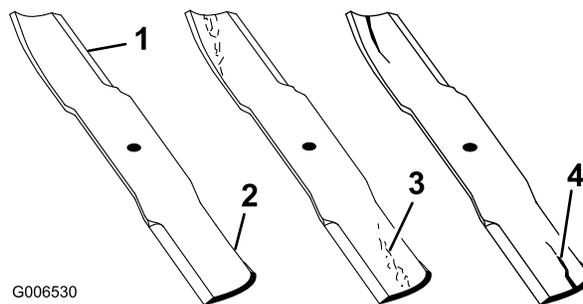
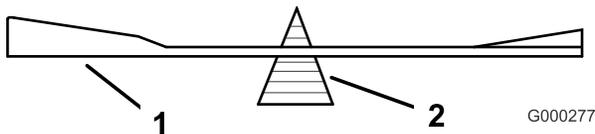

Figure 47
Figure 51
1. Examinez le tranchant des lames (Figure 47). Si les lames ne sont pas tranchantes ou si elles présentent des indentations, déposez-les et aiguisiez-les (voir Aiguisage des lames).
2. Inspectez les lames, surtout la partie relevée (Figure 47). Remplacez immédiatement toute lame
usée ou qui présente une fissure ou une entaille (repère 3. de la Figure 47).
2. Vérifiez l'équilibre de la lame en la plaçant sur un équilibreur (Figure 51). Si la lame reste horizontale, elle est équilibrée et peut être utilisée. Si la lame est déséquilibrée, limez un peu l'extrémité de la partie relevée seulement (Figure 47). Répétez la procédure jusqu'à ce que la lame soit équilibrée.